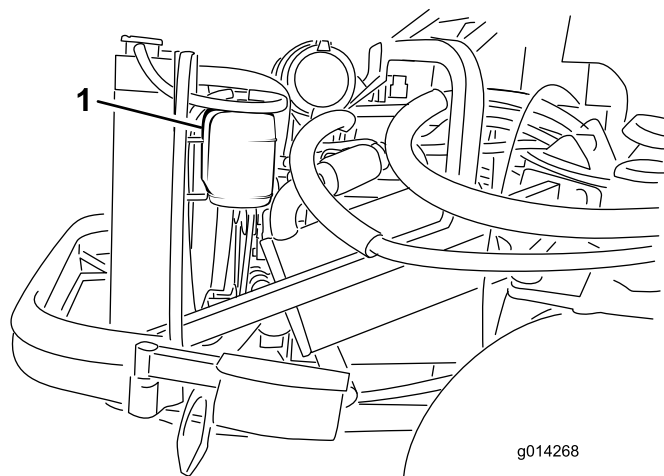

图 43
1. 检查膨胀水箱的冷却液液位图 43。冷却液液位应当介于膨胀水箱侧面的两个标记之间。